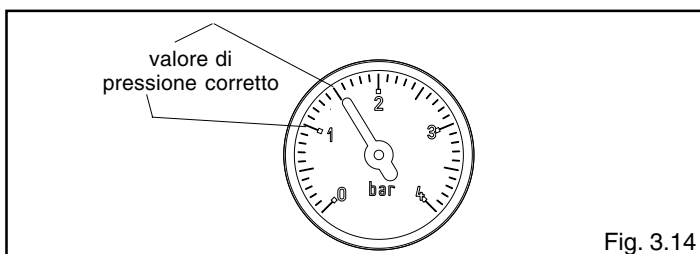

Fig. 3.14
- aprire di due o tre giri il tappo della valvola di sfogo aria automatica (A)
- aprire il rubinetto di riempimento (C) fino a che la pressione indicata dall'idrometro sia compresa tra 1e 1,5 bar (fig. 3.14).